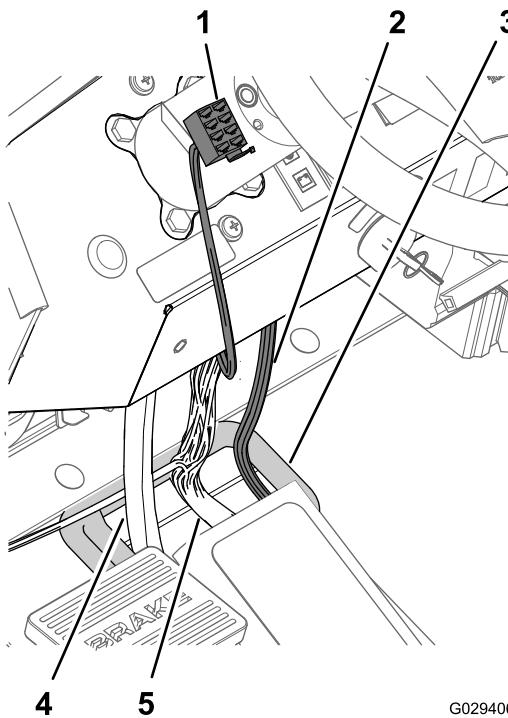

Figura 16
4. Encaminhe o conector de 8 tomadas na extremidade da secção de 240 cm do painel de instrumentos através do painel de instrumentos e para a esquerda da coluna da direção (Figura 16).